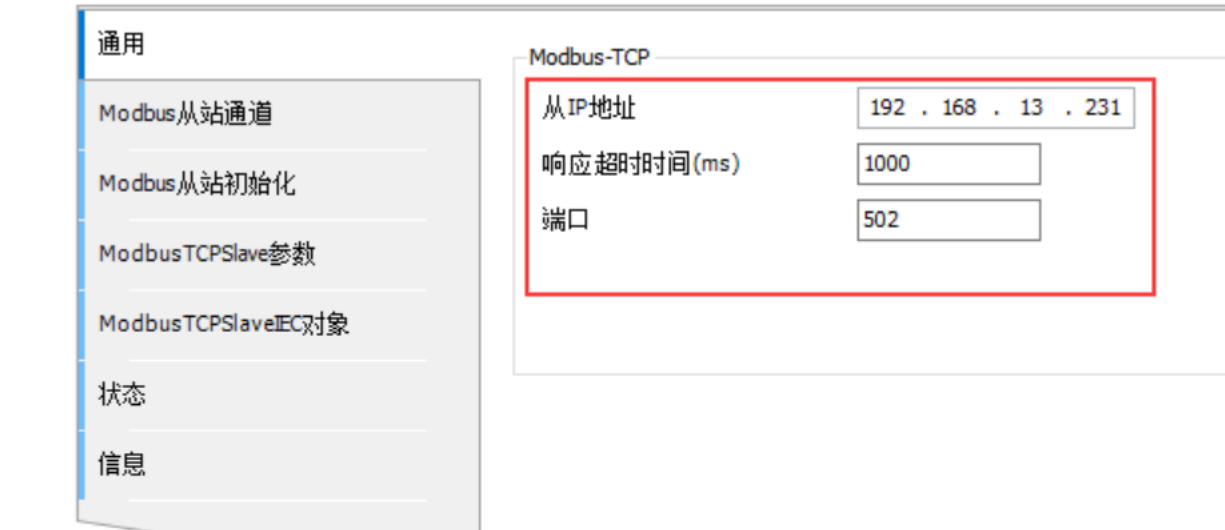

图 8 参数配置 1
- 6) 配置参数 1，双击编程界面左侧“EC400_MTCPS（Modbus TCP Slave）”项，进入“通用”配置界面，“从 IP 地址”配置成 EC400-TC-RS485 的 IP，端口配置成 EC400-TC-RS485 串口 1 的端口，如图 8，参数配置的详细信息请参考《EC400-TC-RS485 使用手册》。